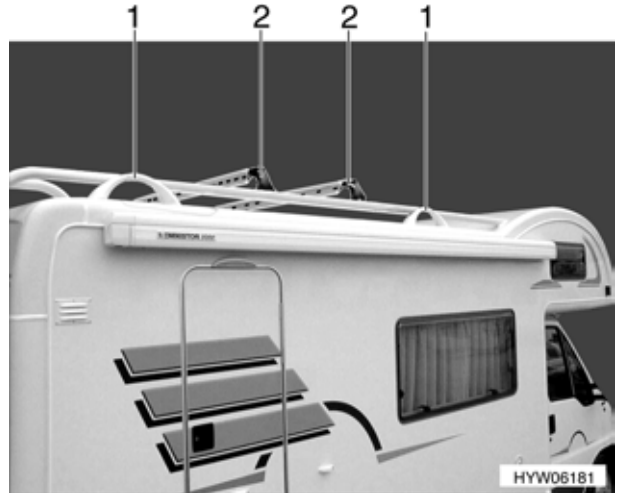

Bild 1 Lastenträger
- ▶ Der Lastenträger (Bild 1,2) darf nur zwischen den Dachreling-Haltern (Bild 1,1) befestigt werden.